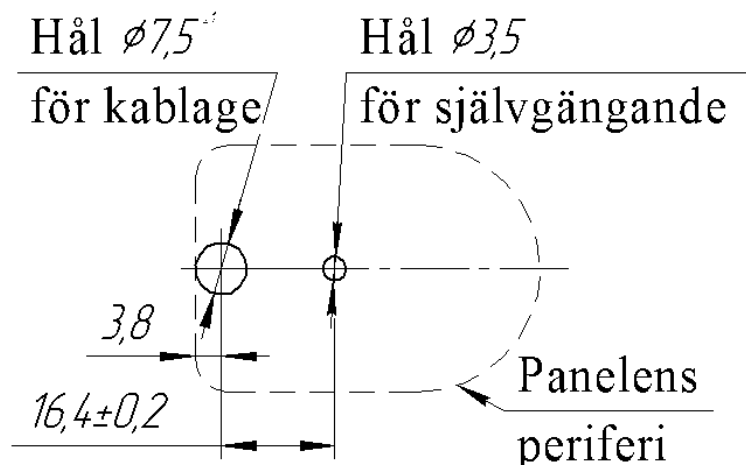

Fig. 1
-Markera hålen (se fig. 1) på (kontakt)ytan för montering av panelen (ett hål för kablage och ett annat hål för en självgående skruv).